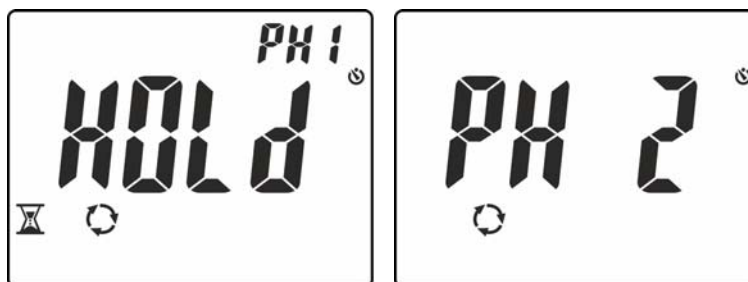

Fig. 14: Riconoscimento fase L1 e attesa per fase L2
4. In condizioni corrette di tensione e frequenza, lo strumento mostra il messaggio “**HOLD**”, i simboli  e “PH1” ed emette un suono continuo in attesa del riconoscimento di un valore stabile di tensione sulla fase L1 (vedere Fig. 14 – parte sinistra)
5. **Non rimuovere il puntale dalla fase L1** fino alla visualizzazione del messaggio “**PH 2**” lampeggiante a display (vedere Fig. 14 – parte destra)